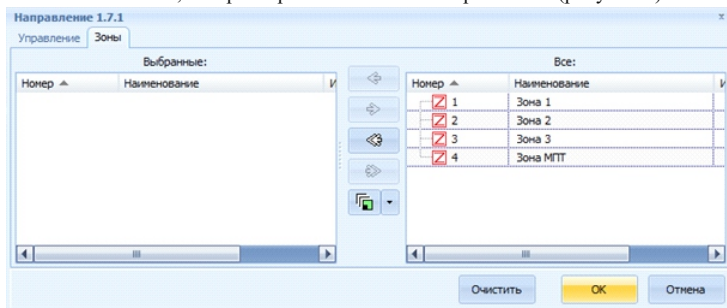

Рисунок 8
7.2 Для настройки индикатора «Пожар» следует выбрать зоны со сценарием типа пожаротушение или устройствами МПП или НС, которые приписываются к направлению (рисунок 8).